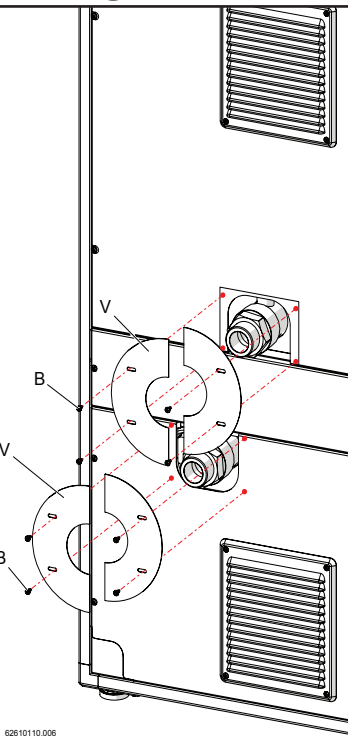

Figure 15-21
- 11.- Fixer les couvertures "V" avec les vis "B" (figure 15-21).